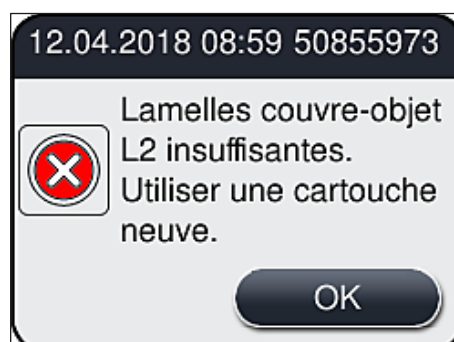

Fig. 54
- Si un consommable est presque entièrement utilisé, un message d'avertissement correspondant est envoyé à l'utilisateur, par exemple (→ Fig. 54).